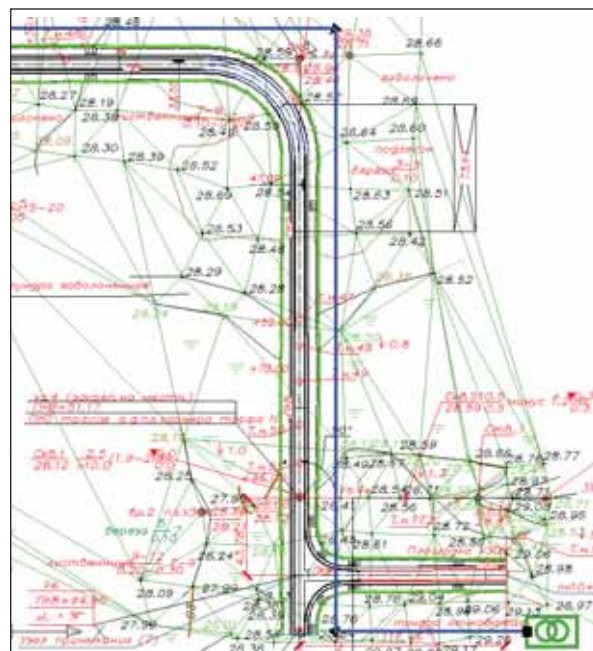

Рис. 2
- исходя из принятой конфигурации ВЛ, на чертеже были расставлены анкерные опоры (рис. 2), представляющие собой блоки с соответствующими атрибутами. Средствами AutoCAD координаты размещения опор и их позиционные обозначения переданы в таблицу формата CSV.